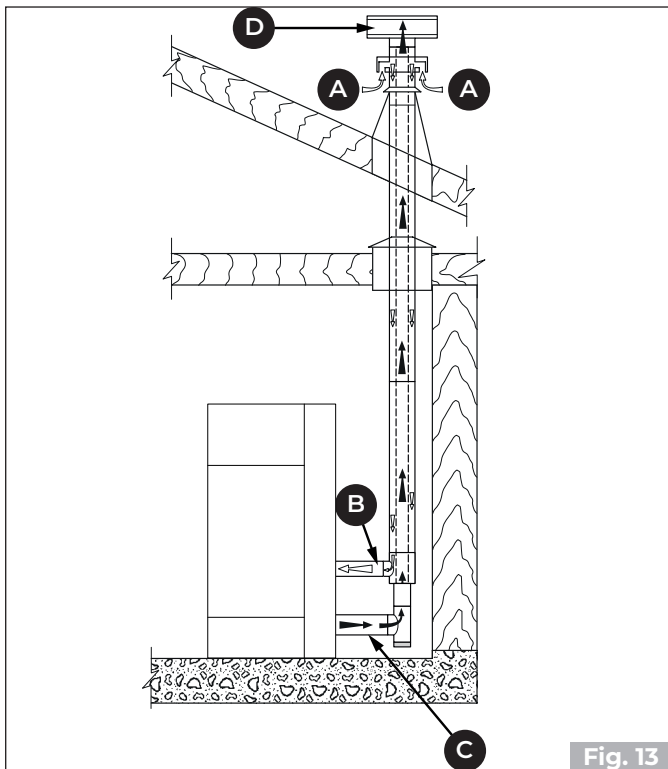

Fig. 13
- canalizar el aire comburente mediante un tubo de descarga coaxial para la expulsión de los humos y la extracción del aire (**Fig. 11 - Fig. 13 - A, B = Entrada aire, C, D = Salida humos**); por lo tanto no es necesario hacer una clásica toma de aire en el local.